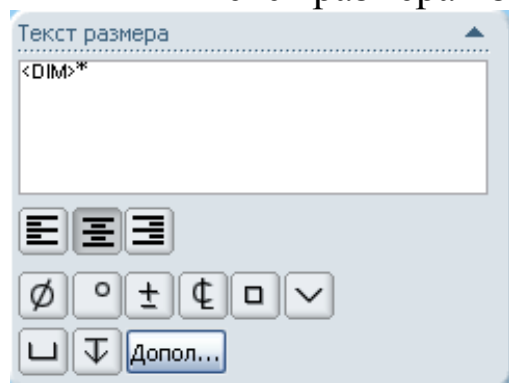

Рис. 26
- введите символ «\*» в разделе **Текст размера** в появившемся окне **Размер** Менеджера свойств (Property Manager) после значения размера <Dim> (рис. 26);